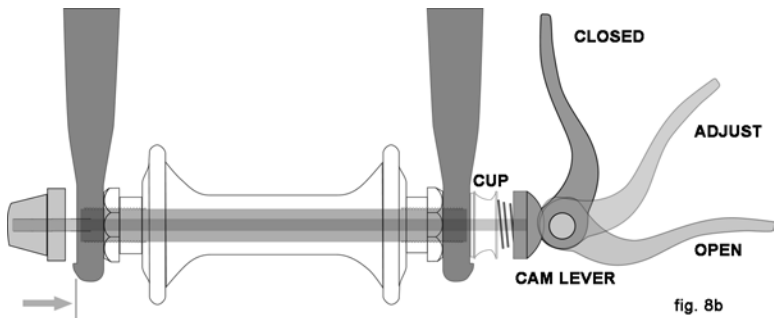
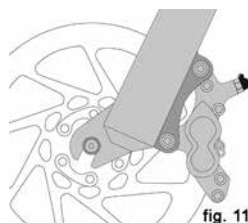
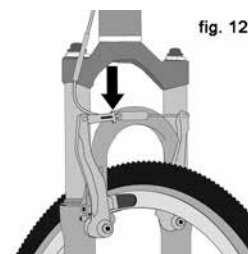

fig. 8b
fig. 11
fig. 12
Il y a présentement deux genres de mécanismes de rétention de roues à cames (over-center) : le mécanisme traditionnel à came au-dessus du centre (fig. 8a) et le système à came et coupelle (fig. 8b). Tous les deux se servent du mouvement de la came au-dessus du centre pour fixer la roue de vélo en place. Votre bicyclette pourrait avoir un mécanisme de rétention de roue avant à came et coupelle et un mécanisme à came traditionnel pour la roue arrière.
b. Réglage du mécanisme à came et coupelle (fig. 8b)
(1) Si votre vélo est équipé de freins sur jante, désengagez le mécanisme à blocage rapide du frein pour augmenter l'espace entre le pneu et les plaquettes de frein (voir la section 4.C fig. 11 à 15).
(3) Si votre fourche a un dispositif de retenue secondaire de type à pince, dégagez-le. Si votre fourche a un dispositif de retenue secondaire intégral et un système d'action à came traditionnel (fig. 8a), desserrez l'écrou de réglage de tension suffisamment pour permettre d'enlever la roue des pattes. Si votre roue avant utilise un système à came et coupelle (fig. 8b), serrez la coupelle et le levier de came ensemble tout en enlevant la roue. Aucune rotation d'une partie quelconque n'est nécessaire avec le système à came et coupelle.
(1) Si votre vélo est équipé d'une retenue de roue avant à action de came, déplacez le levier de came de sorte qu'il se courbe à l'opposé de la roue (fig. 8b). C'est la position OUVERTE. Si votre vélo est équipé d'une retenue de roue avant à boulon traversant ou boulonnée, passez à l'étape suivante.
(3) Si vous avez un mécanisme d'action à came traditionnel : en tenant le levier de came dans la position RÉGLAGE avec votre main droite, serrez l'écrou de réglage de la tension avec la main gauche jusqu'à ce qu'il soit bien serré contre la patte de fourche (fig. 8a). Si vous avez un système à came et coupelle : l'écrou et la coupelle (fig. 8b) s'enclenchent dans la zone en retrait des pattes de la fourche, et aucun réglage n'est nécessaire.
(4) Tout en poussant fermement sur la roue vers le haut des fentes dans les pattes de la fourche, et en centrant en même temps la jante de la roue dans la fourche :
(2) Si votre vélo est équipé de freins sur jante, désengagez le mécanisme à blocage rapide du frein pour augmenter le jeu entre la jante de roue et les plaquettes de frein (voir la section 4.C, fig. 11 à 15).
(3) Sur un système de dérailleur, tirez le corps du dérailleur en arrière avec votre main droite.
(4) Avec un mécanisme d'action à came, déplacez le levier à blocage rapide en position OUVRETE (fig. 8b). Avec un mécanisme à boulon traversant ou boulonné, desserrez les attaches avec une clé appropriée, un levier de verrouillage ou un levier solidaire, puis poussez la roue assez loin pour être en mesure de retirer la chaîne du pignon arrière.
(5) Soulevez la roue arrière du sol de quelques centimètres et retirez les pattes arrière.
3. Certains freins de vélo, comme les freins à disques (fig. 11) et les freins à tirage linéaire (fig. 12), sont extrêmement puissants. Prenez soin de vous familiariser avec ces freins et faites bien attention lorsque vous les utilisez.
La plupart des freins sur jante ont une certaine forme de mécanisme de blocage rapide pour permettre aux plaquettes de frein de dégager le pneu lorsqu'une roue est retirée ou réinstallée. Lorsque le blocage rapide du frein est en position ouverte, les freins sont inopérants. Demandez à votre détaillant pour vous assurer que vous comprenez la façon dont le blocage rapide du frein fonctionne sur votre vélo (voir fig. 12, 13, 14 et 15) et vérifiez chaque fois pour vous assurer que les freins fonctionnent correctement avant de monter sur le vélo.